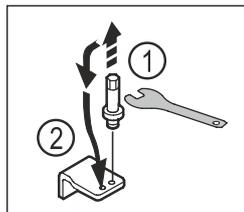

Fig. 17
- ▶ Odvrnite svornjak donjeg ležajnog postolja vanjskim šesterostranim ključem veličine 5. Fig. 17 (1)
- ▶ Umetnite svornjak na suprotnoj strani. Fig. 17 (2)